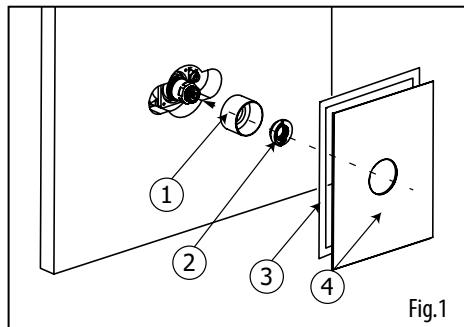
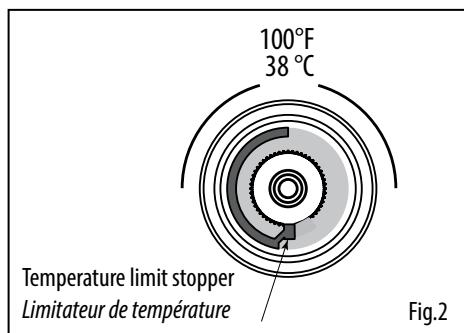

Fig.1
Fig.2
Before installing the trim (4), thread on the cylinder (1) to the thermo cartridge body (Fig.1). Then, insert the temperature limit stopper (3) into position as shown (Fig.2).
Avant d'installer la plaque décorative (4), visser le cylindre (1) autour de la cartouche thermostatique. Ensuite, insérer le limiteur de température (2) à sa position tel qu'illustrée (Fig.2).